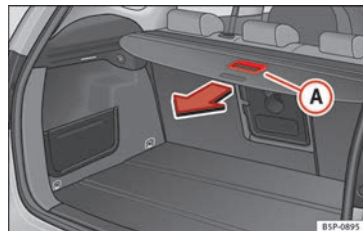

Abb. 105 Betätigung der Ablage.
- Ziehen Sie Ablage am Griff (A) nach hinten, bis Sie ein „Klickgeräusch“ hören »» Abb. 105.